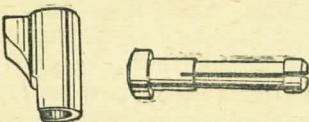

Рис. 58. Защелка магазина
**98. Защелка магазина** (рис. 58) с разрезной чекой и пружиной служит для удержания магазина в рукоятке рамки.